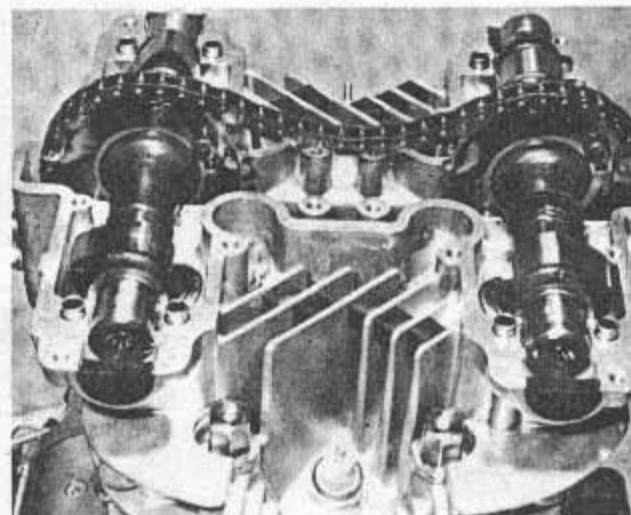

Bild 151
- Da die Steuerkette endlos ist, muss der Einbau der Nockenwellen und das Einstellen der Ventilsteuerung gleichzeitig erfolgen (Bild 151). Am Sechskant des Unterbrechnockens wird ein geeigneter Gabelschlüssel angesetzt und die Kurbelwelle im Uhrzeigersinn durchgedreht, bis die «T»-Markierung auf der «R»-Seite des Fliehkraftreglers *genau* mit der festen Gehäusemarkierung übereinstimmt (Bild 154). In dieser Stellung steht der Kolben von Zylinder Nr. 1 (rechter Zylinder) im obersten Totpunkt (OT). Während dieses Vorgangs muss die Steuerkette von Hand mitgeführt werden, damit sie sich nicht verklemmen oder zusammenlegen kann.